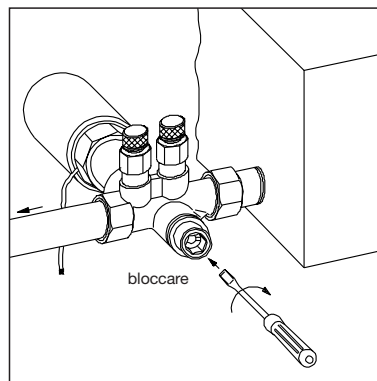

Fig. 2:
- 4 Infine avvitare con il cacciavite, in senso orario, la vite fino a battuta (fig. 2)
**Importante:** Variando in seguito la prerogolazione, si consiglia di allentare, girando in senso antiorario, prima la vite cava con il cacciavite (fig. 2). Eseguire variazione mediante chiave esagonale Ch 4.
- 2 Intercettare la valvola, come descritto in fig. 2. (solo per operazione di scarico).